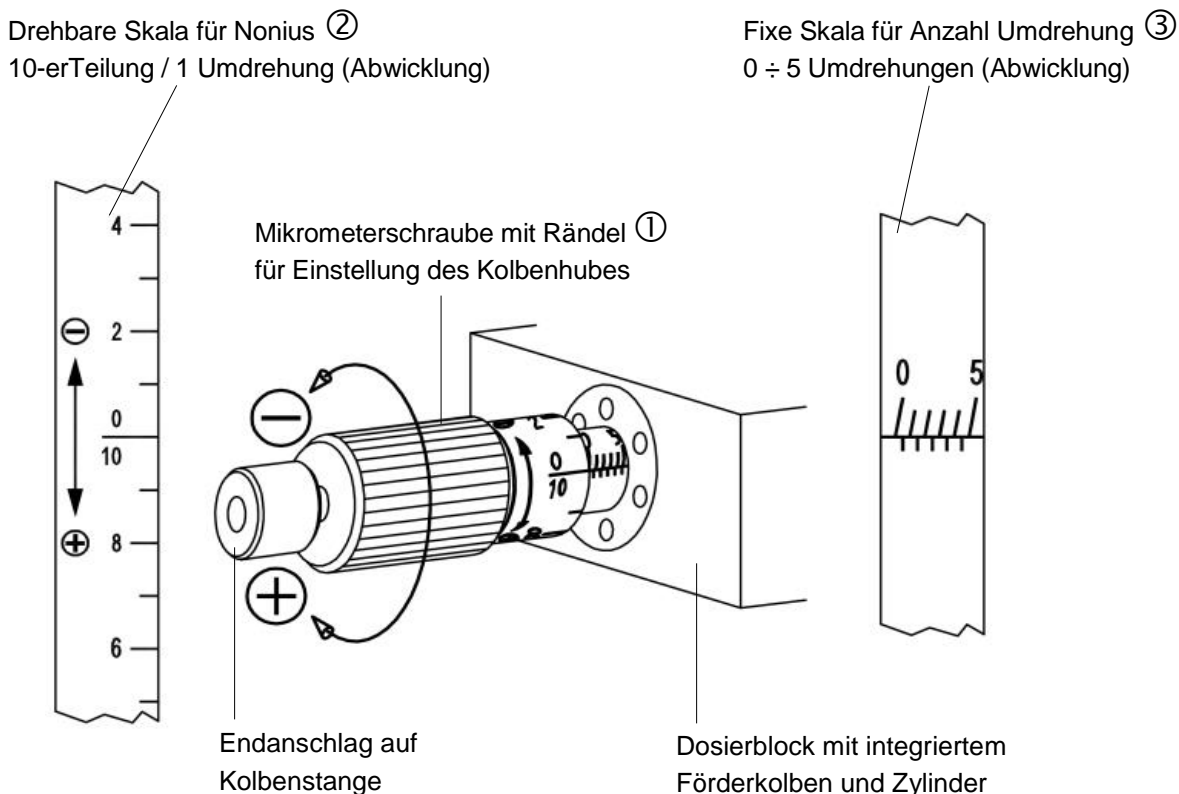
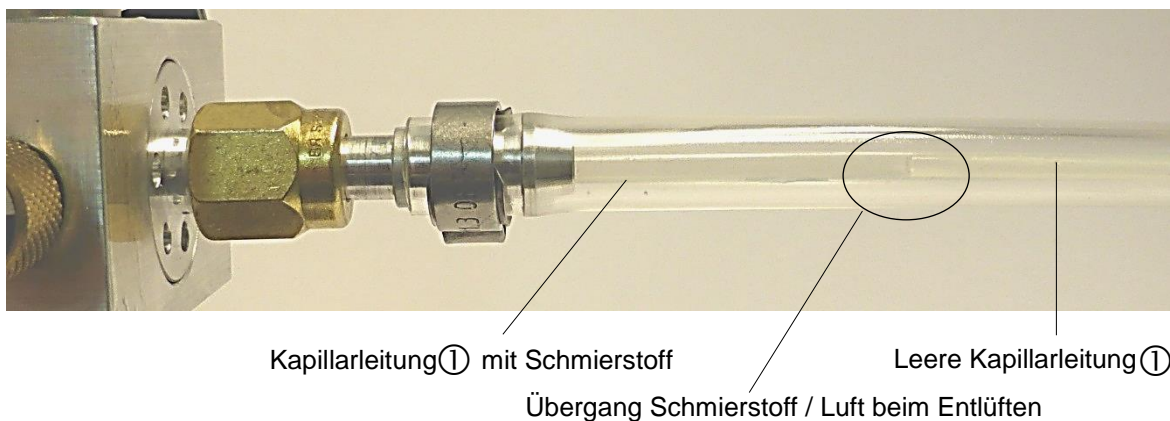

Abb. 11: Dosierpumpe – Regulierknopf Dosierhubeinstellung mit Mikrometeranzeige für stufenlose Einstellung 0 ÷ 5 Umdrehungen (10 ÷ 100% Förderleistung)
Abb. 19: Kapillarleitung ① füllt sich mit Schmierstoff während des Entlüftens
6.1 Einstellung Dosiermenge: Die Dosierpumpe dosiert präzise und mit hohem Druck den Schmierstoff. Der Kolbenhub und damit die Fördermenge kann über das Drehen der Mikrometerschraube stufenlos verändert werden (Abb. 11 ①), wobei der gesamte Einstellbereich 5 Umdrehungen beträgt und die POPLUBE-Dosierpumpe bei 0 eine Mindestförderung aufweist (s. Abb. 20).
Die eingestellten Werte lassen sich an den beiden Skalen der Mikrometerschraube (Abb. 11 ② und ③) exakt ablesen, wobei jeder Skalenstrich eine ca. 2 %-ige Veränderung des Kolbenhubes bedeutet. Erfahrungsgemäss liegt der optimale Arbeitsbereich zwischen 0.1 und 0.5 Umdrehungen (entsprechend ca. 11% und 14.5% Förderleistung, siehe Abb. 20).
( $\hat{=}$ 14.5 % Fördermenge, Abb. 11)
8.2.3 Kolbenhub der Dosierpumpe auf Maximum vergrößern (5 Umdrehungen geöffnet Abb. 11 ① und Kapitel 6.1).
8.2.6 Kolbenstange von Hand betätigen. Dazu Endanschlag der Dosierpumpe (Abb. 11) ca. 10x gegen Micrometerschraube drücken. Bei schmierstofffreier Kapillarleitung (Abb. 19 ① innerer Druckschlauch der koaxialen Zuführleitung) tritt danach Schmierstoff sichtbar in die Kapillarleitung und das hydraulische System wird luftfrei.